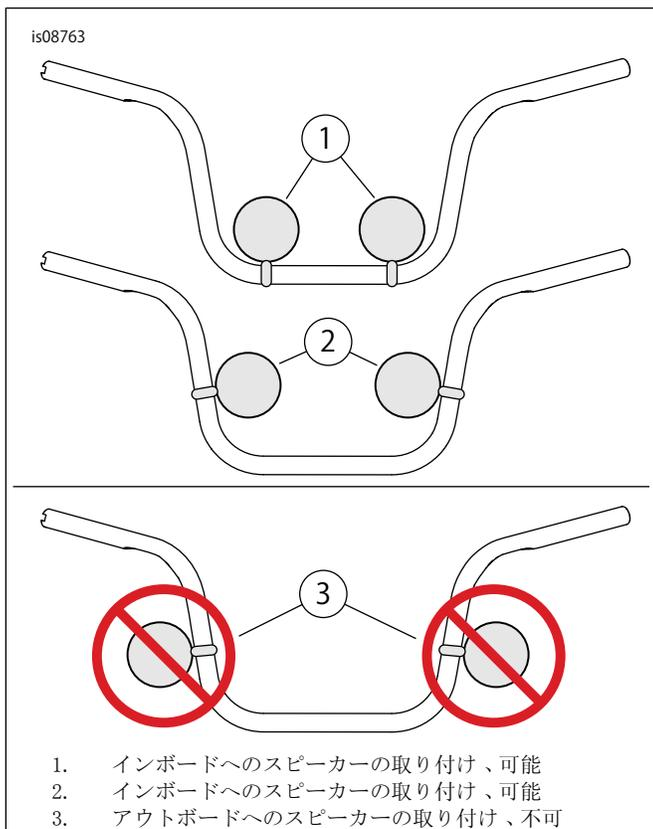

図5. ハンドルバーのスピーカー位置
- 「図5」を参照してください。図のようにスピーカーを取り付けます。スピーカーがハンドルバーの内側になるようにスピーカーランプ(4)を配置します。スピーカーをハンドルバーランプが左右対称になるように、できるだけ低い位置で中心にくるように配置します。